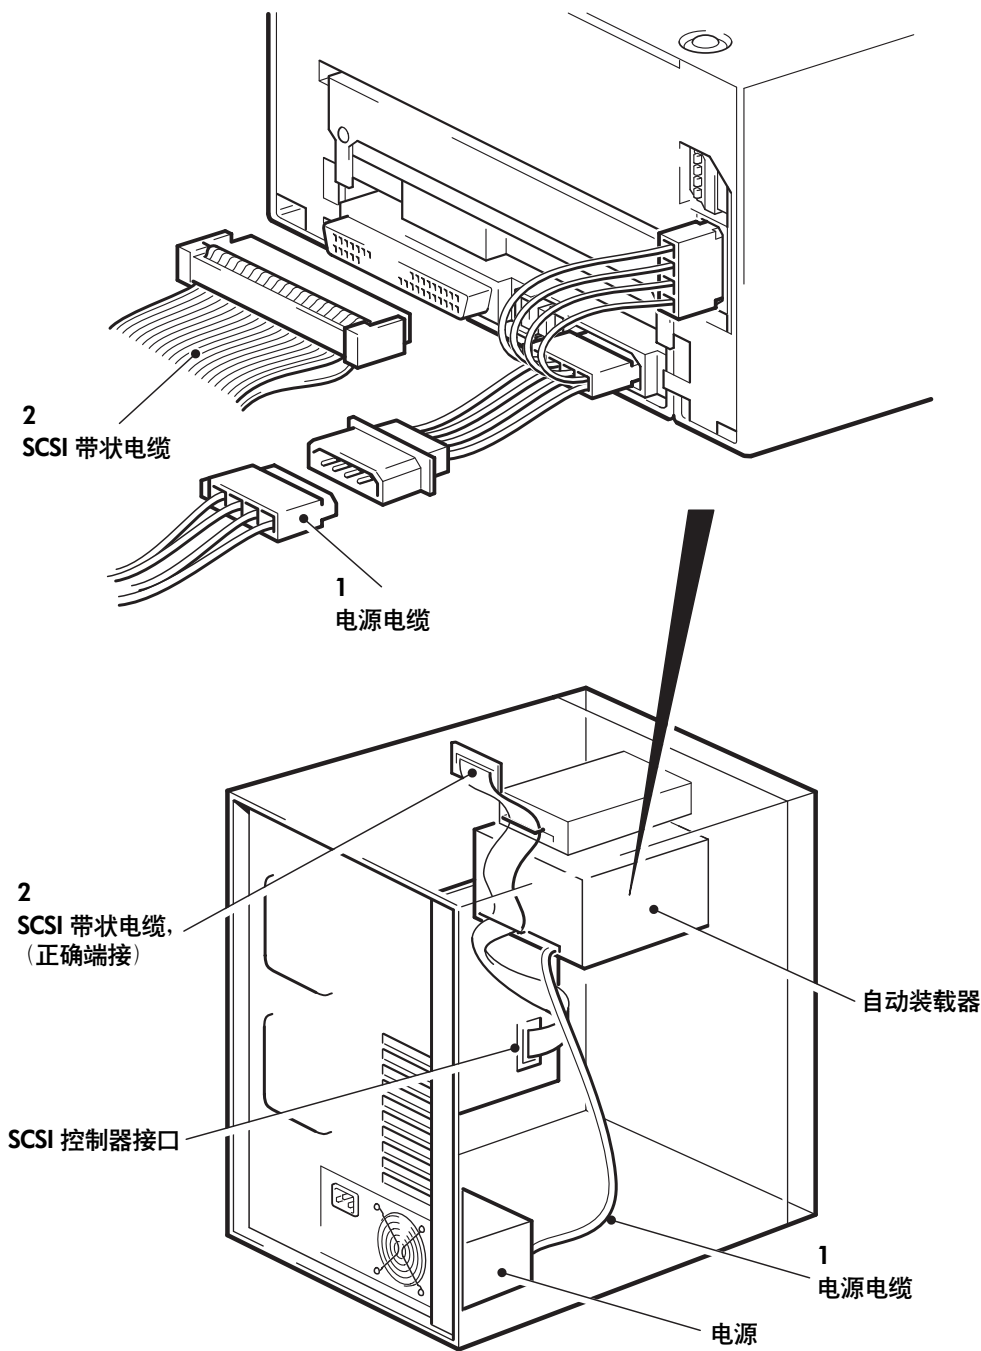

图 9: 连接电源和 SCSI 电缆
- 1 如图 9 第 1 项所示，用一条备用电缆将服务器的内置电源和 Y 型电缆的插入端相连。
- 2 如图 9 第 2 项所示，将服务器上的备用接口或 HBA 的 SCSI 带状电缆连接到磁带机上的 SCSI 接口。
因此，假定 HBA 是该总线上的第一个设备，应检查第二个端子是否放置在最后一个设备后面，如图 9 中的第 2 项所示。